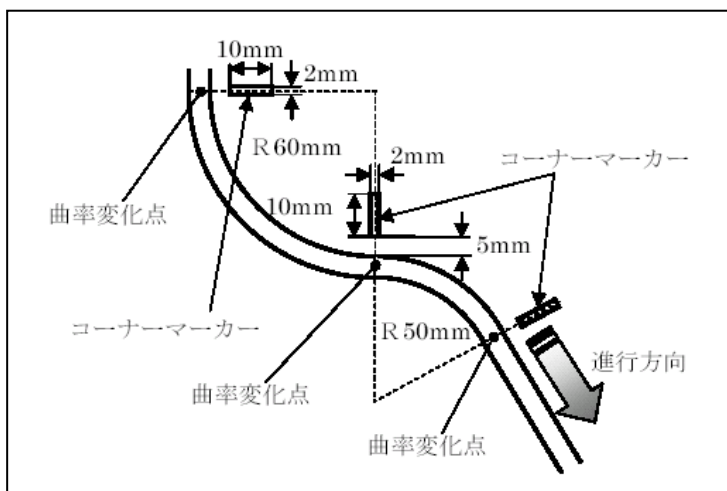

図6 コース円弧部分、コーナーマーカの形状
- 4-6 コースの曲率が変化する地点には、進行方向左側の定められた位置（図6参照）にコーナーマーカーが白色で示されている。
3. コースは、曲率の変化する円弧が連続する場合もある。（図6参照）